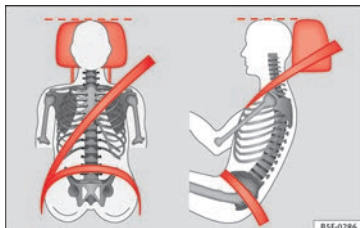

Fig. 83 Appuie-tête correctement réglé, vu de face et latéralement.
- Réglez l'appuie-tête de telle manière que son bord supérieur soit dans la mesure du possible à la même hauteur que la partie supérieure de votre tête, et au moins à la hauteur des yeux » **fig. 83.**